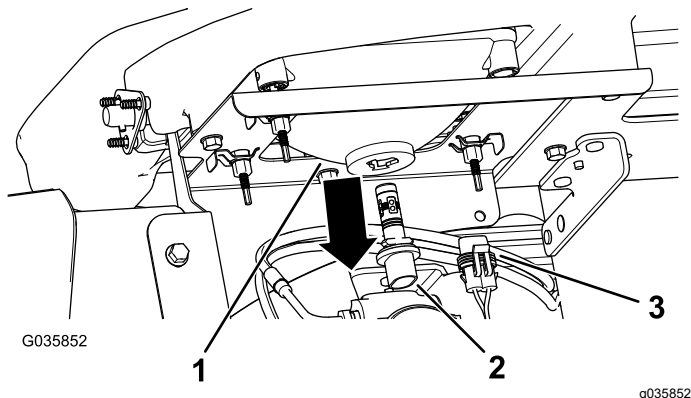

Figura 44
3. Scollegate il connettore elettrico del cablaggio dal connettore del gruppo luci sul retro del vano del faro (Figura 44).
4. Ruotate il gruppo luci di $\frac{1}{4}$ giro in senso antiorario spostandolo indietro, fuori dalla sede del vano del faro (Figura 44).
5. Inserite il nuovo gruppo luci e il vano del faro e allineate le linguette nel gruppo luci alle fessure nel vano del faro (Figura 44).
6. Fissate il gruppo luci ruotandolo di $\frac{1}{4}$ di giro in senso orario (Figura 44).
7. Collegate il connettore elettrico del cablaggio al connettore del nuovo gruppo luci (Figura 44).